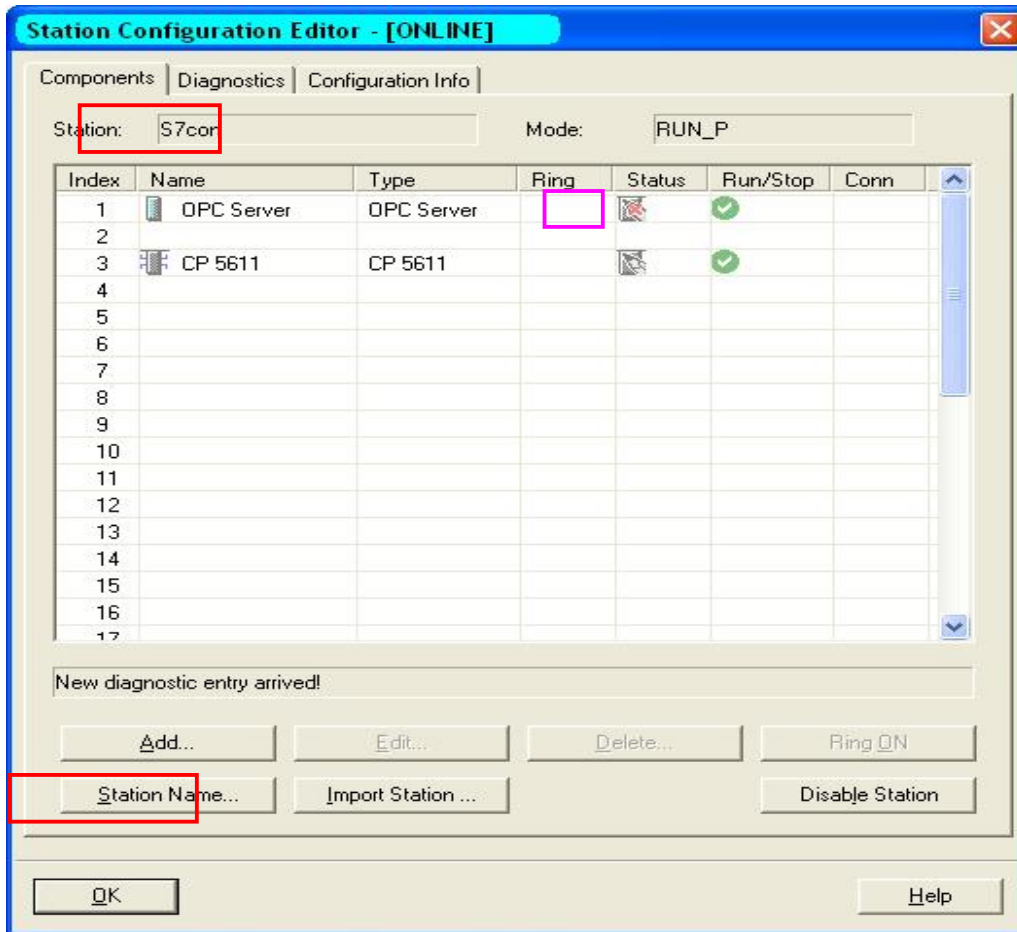
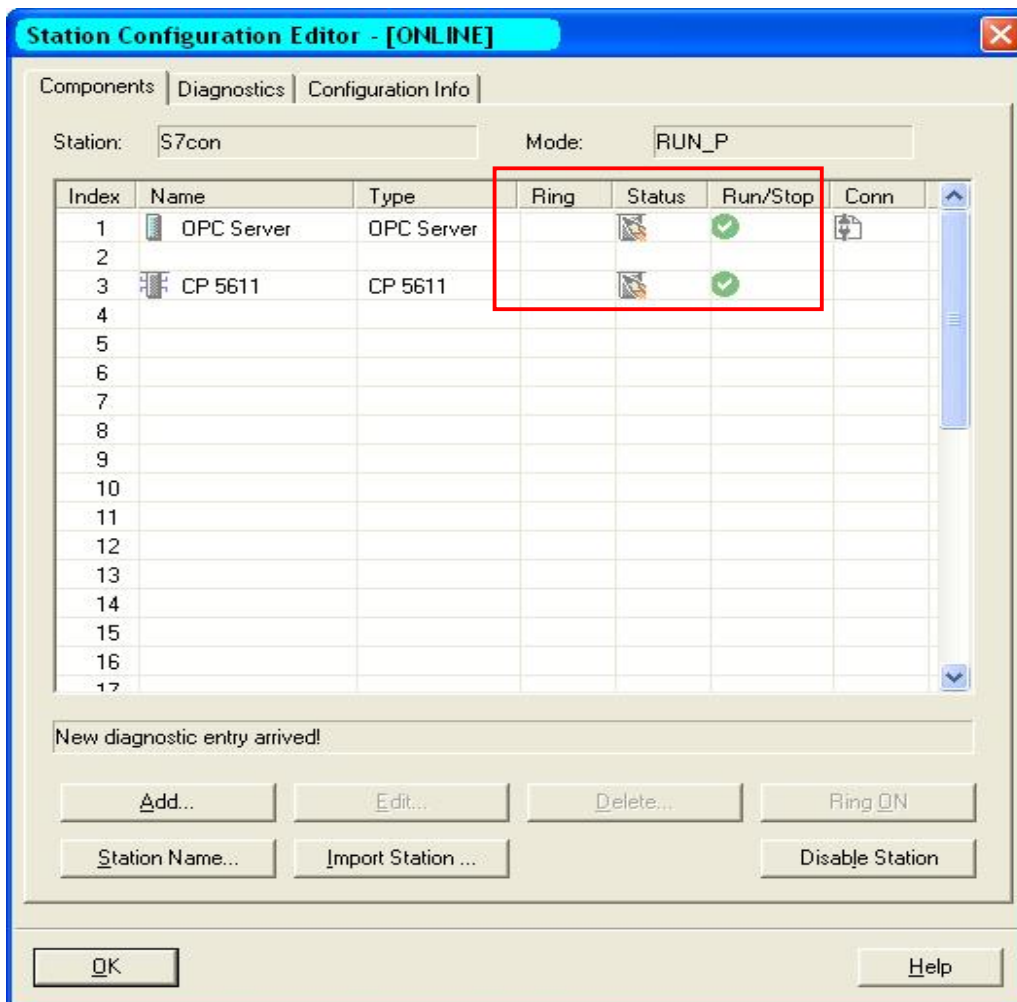

图 1
图 13
1. 打开 Station Configuration Editor, 分别在第一插槽插入 OPC Server, 第三槽插入 CP5611 卡, 如图 1
3. 更改 Station Name, 本例中取名为 S7con, 如图 1。
9. 下载完毕后，查看 Station Configuration Editor 的正确状态，如图 13，可以看到图 1 中紫色标识中的红色“X”已去除